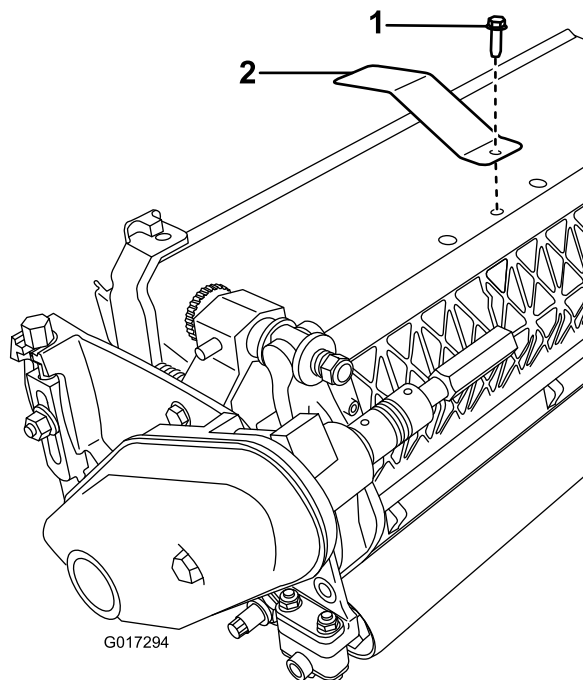

図 4
- 中央のガラスシールドボルトを外す 図 4。
- 取り外したボルトを使って、ターゲットプレートをカッティングユニット上部に取り付ける 図 4。